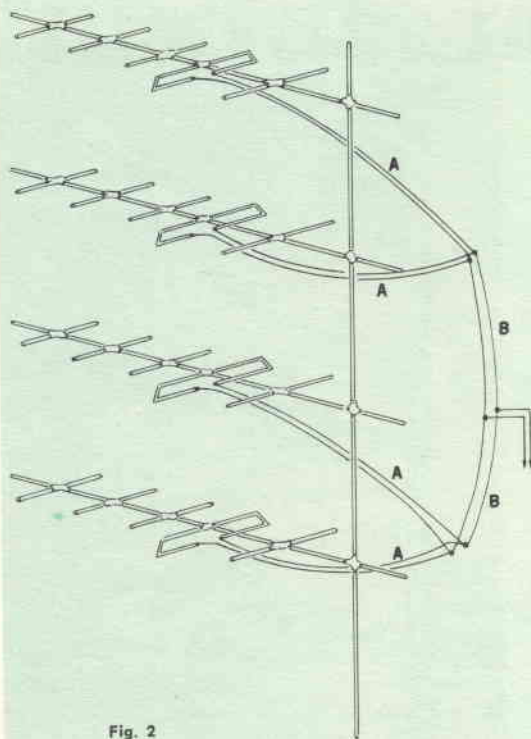

Fig. 2
distanza di mezza lunghezza d'onda e sono collegate in fase fra di loro secondo lo schema di fig. 2 mediante quattro spezzoni (A) di comune cavetto bilanciato del tipo a bassa perdita con isolante di politene espanso, di 300 Ohm di impedenza caratteristica.